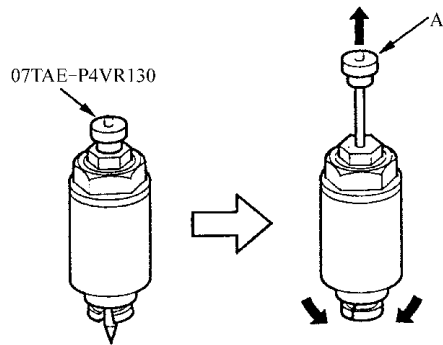

图 5-135 将专用工具把手向上拉
35) 如图 5-135 所示, 将专用工具的把手向上拉, 然后, 将其锥头安装到从动带轮轴输油管孔内, 并将专用工具安装到起步离合器上, 不得让灰尘或其他异物进入变速器。